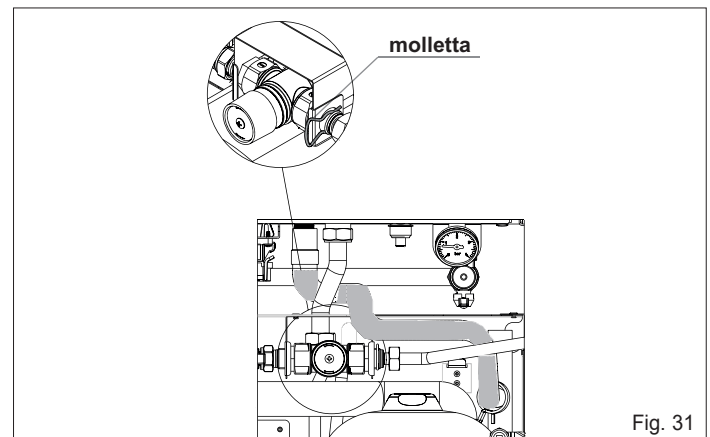

Fig. 31
Rimuovere la molletta indicata in fig 31, quindi fissare la rampa dal raccordo uscita acqua sanitaria del bollitore alla valvola miscelatrice
- Collegare la valvola di sicurezza 3 bar della caldaia al tubo corrugato proveniente dal modulo e bloccare con le fascette stringi tubo (fig. 31)